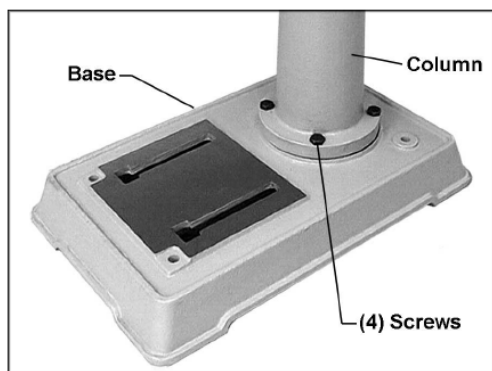

Рис. 2
1. Установите основание (Рис. 2) на выровненную поверхность. Основание можно закрепить на полу шурупами с квадратной головкой (не поставляются), для этого в основании есть 4 отверстия.
3. Закрепите колонну в сборе (Рис. 2) на основании четырьмя шестигранными болтами M10x40.